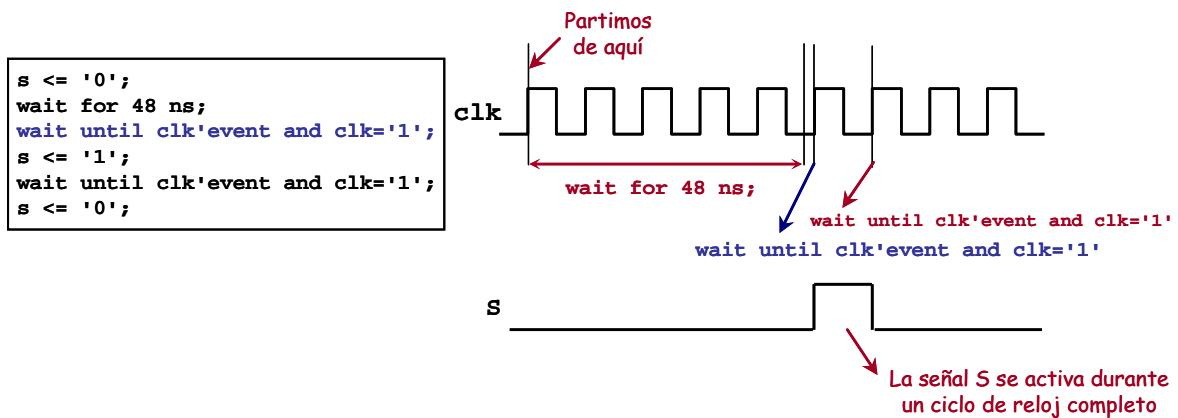

Figura 7.21: Solución a la espera por tiempos seguida de espera por eventos (figura 7.20)
Para evitar este tipo de situaciones, cuando queramos activar una señal durante un ciclo de ciclos de reloj, será conveniente hacer una espera por eventos de una señal sincronizada con el reloj (no tiene que ser el reloj, puede ser la señal `transmite` como hemos hecho anteriormente). La figura 7.21 explica de manera gráfica la solución.
- Esperamos al siguiente flanco de subida del reloj para sincronizar (figura 7.21).